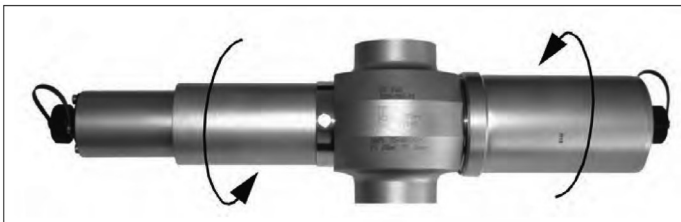

Fig. 6 - Esempio di sensore TF16-N installato
5. Avvitare manualmente il gruppo del sensore dai lati del rilevatore e del gruppo della lampadina al corpo del sensore (filettatura destrorsa, fig. 6). Si consiglia di utilizzare la pasta di montaggio in dotazione.